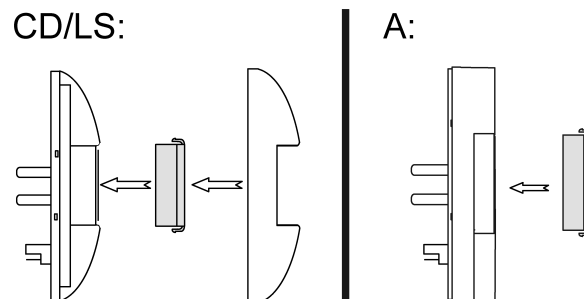

Imagen 17: Montaje pantalla programas LS/CD y programas A
- Montar la pantalla para el lado izquierdo o derecho del aparato (3) (Imagen 17).
- Montar la pantalla desde delante en el lado izquierdo o derecho del aparato (Imagen 17).